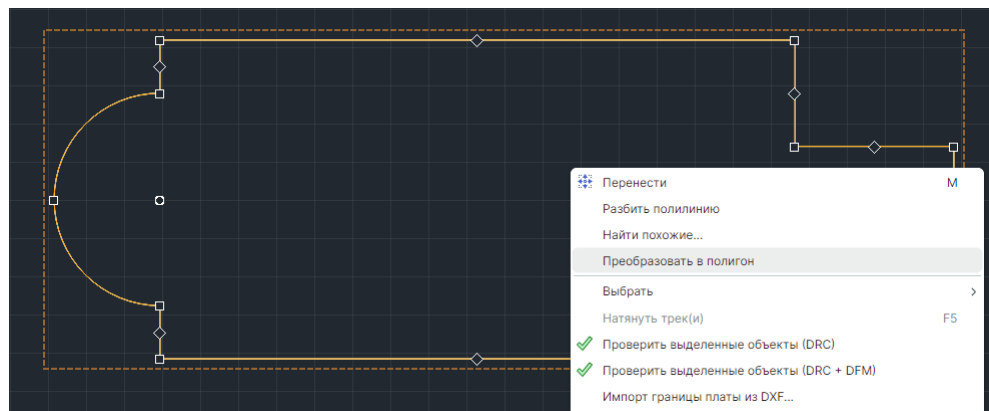

Рис. 117 Преобразование полилинии в полигон
7. Преобразуйте объединенную полилинию в полигон инструментом «Преобразовать в полигон» из контекстного меню, см. Рис. 117.